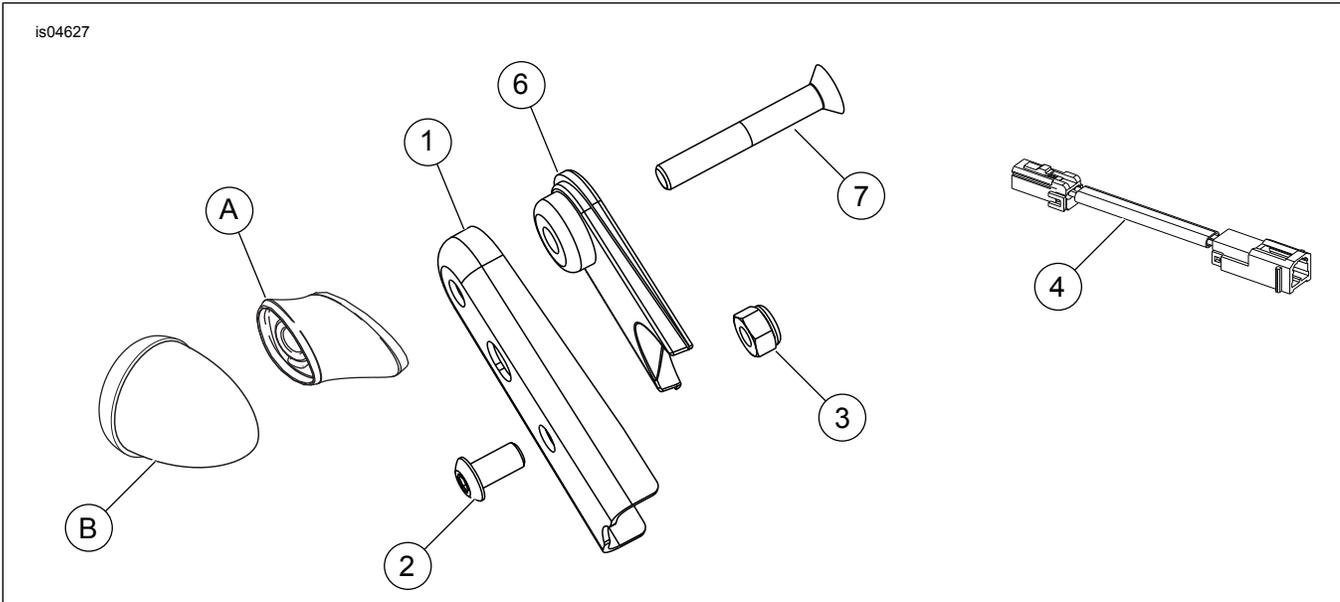

Figure 7. Pièces détachées : kit de repositionnement de clignotants pour les modèles Softail Deuce
Voir Figure 7 et Tableau 1.
- Voir Figure 7. Tirer le feu de direction (B) et la monture de feu de direction (A) pour les éloigner du support de garde-boue.
2. Voir Figure 7. Introduire la vis de série et la rondelle à travers le trou arrière du support de repositionnement (1) et la monture du feu de direction (A).
3. Visser la vis dans le feu de direction (B). Serrer à un couple de 16,3 à 21,7 N·m (12 à 16 lb·pi).
4. Aligner le support de repositionnement (1) avec l'arrière du support de garde-boue et l'installer avec la vis (2) et l'écrou (3) du kit. Serrer l'écrou à un couple de 16,3 à 21,7 N·m (12 à 16 lb·pi).
6. Voir Figure 7. Raccorder la prise mâle de la rallonge de faisceau (4) au connecteur de feu de direction. Raccorder ensuite la prise femelle de la rallonge de faisceau au connecteur approprié de la carte de circuit.